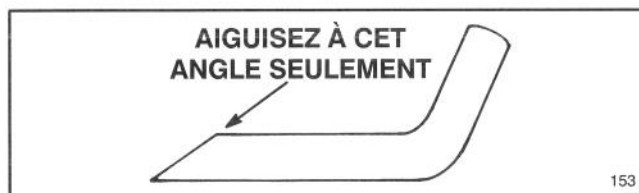

Figure 26
6. AIGUISAGE DE LA LAME – A l'aide d'une lime, aiguisiez le tranchant aux deux extrémités de la lame (Fig. 26). La lame restera équilibrée si vous enlevez la même quantité de métal des deux extrémités de la lame.